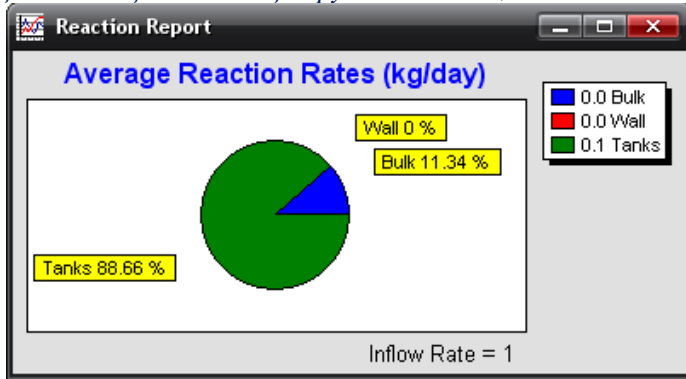

Рис. 5.13 Приклад звіту для аналізу зміни концентрації активного хлору
6. *Створіть звіт для аналізу зміни концентрації активного хлору*, вибравши **Report** → **Reaction**. Звіт буде виглядати так, як показано на рис. 5.13. Тут показано, як в середньому зменшується концентрація хлору в трубах в порівнянні з резервуаром. Термін «**Bulk**» (потік) відноситься до реакцій, що відбуваються в потоці, тоді як термін «**Wall**» (стінки) відноситься до реакцій з матеріалами, з яких зроблені стінки